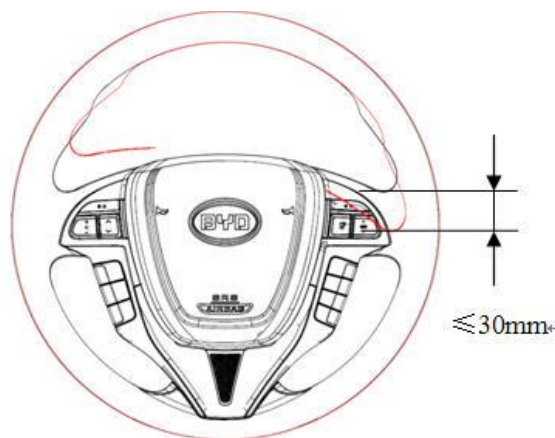

图3-5 转向盘自由行程示意图
- 2) 向左或向右轻轻转动转向盘, 检查转向盘的自由行程。如图3-5所示, 转向盘最大自由行程